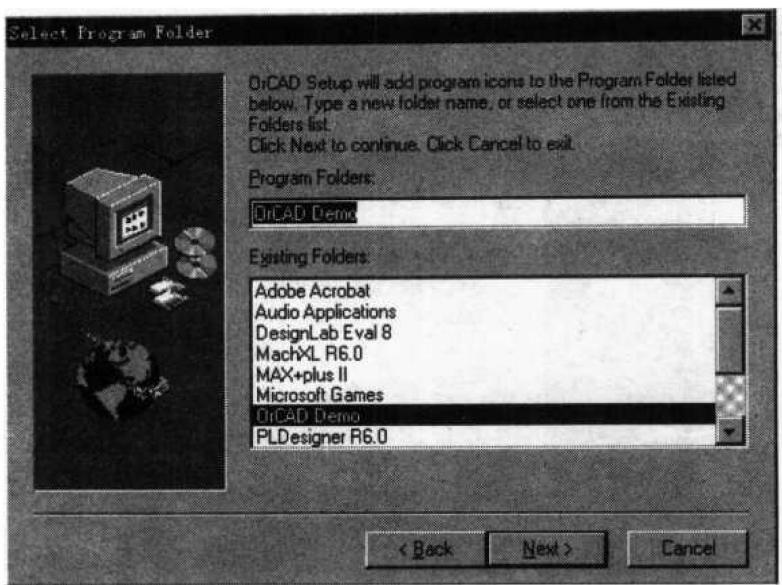

图 1-5 选择程序文件夹的名称
(6) 接着选择程序文件夹的名称，此名称将出现在 Windows 的“开始\程序”中。选默认值，点击“Next”，如图 1-5 所示。